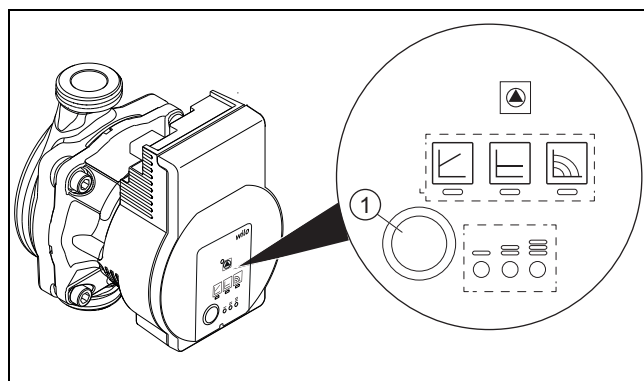

Bild 16
Werkseitig ist die Solepumpe auf den Betrieb mit konstanter, maximaler Drehzahl (III) eingestellt (→ Bild 16). Gegebenenfalls muss die Einstellung geändert werden, um den richtigen Deltawert zu erzielen (→ Kapitel 19.4). Für die Solepumpe muss der Betrieb mit konstanter Drehzahl eingestellt werden. Zum Ändern der Drehzahl Taste [1] drücken (→ Bild 16). Um die Drehzahl (II) auszuwählen, einmal drücken. Ein weiteres Mal drücken, um die Drehzahl (I) auszuwählen. Um zur Drehzahl (III) zurückzukehren, weiter drücken, bis sich der Kontrollmodus entsprechend geändert hat (→ Bild, (Tabelle)17).